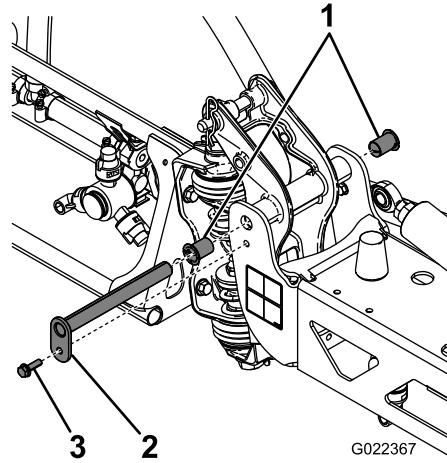

Figura 60
3. Con el peso del brazo apoyado, retire el perno y la tuerca que fijan el pasador de giro al conjunto del brazo (Figura 60).
4. Retire el perno y la tuerca que sujetan el pasador de giro y retire el pasador (Figura 60).
6. Retire los casquillos de nailon desde delante y desde detrás del soporte de giro e inspecciónelos (Figura 60).
7. Aplique una pequeña cantidad de aceite en los casquillos de nylon e instálelos en el soporte del pivote (Figura 60).
8. Instale el conjunto de brazo y soporte del pivote en el bastidor central, alineando los orificios (Figura 60).